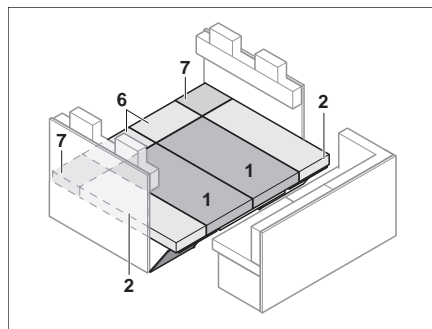

Bild 139 Efter ombyggnaden
- Lägg sits-, ryggstöds- och extradynorna som visas på Bild 139.